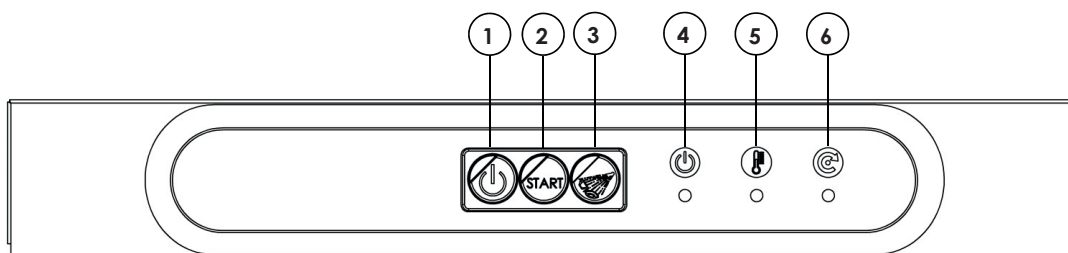
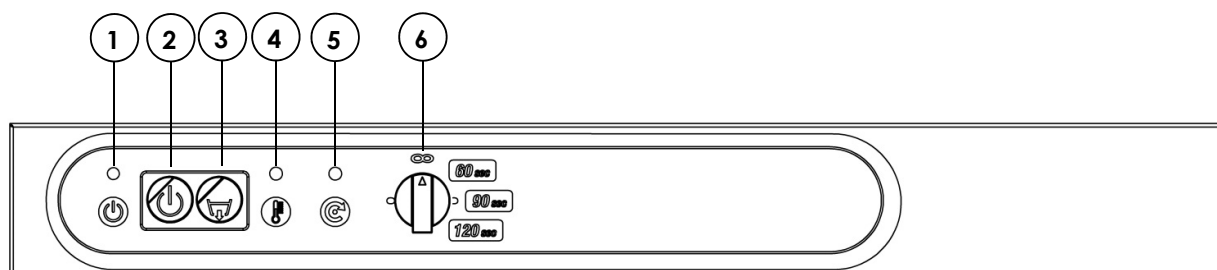

Fig. 14a
Fig. 14c
In fig. 14a, 14b, e 14c vengono riportati il pannello comandi della lavastoviglie e i riferimenti dei comandi in base al modello della lavastoviglie e alla presenza o meno della pompa di scarico.
Lavastoviglie a carico frontale (rif. fig. 14a o 14b)	Lavapiatti a cappotta (rif. fig. 14c)
6. Lavaggio	<p>Aprire la porta, introdurre il cestello con le stoviglie (assicurandosi che la disposizione delle stoviglie rispetti quanto descritto nel par. 3.4 – PARTE SECONDA), chiudere la porta e premere il PULSANTE PARTENZA CICLO (2) per avviare la fase di lavaggio: la SPIA CICLO INSERITO (6) si accende.</p> <p>Il ciclo termina quando si spegne la SPIA CICLO INSERITO (6)</p>	<p>Alzare la cappotta, introdurre il cestello con le stoviglie (assicurandosi che la disposizione delle stoviglie rispetti quanto descritto nel par. 3.4 – PARTE SECONDA), abbassare la cappotta e premere il maniglione di chiusura della cappotta verso il basso: la SPIA CICLO INSERITO (5) si accende.</p> <p>Il ciclo di lavaggio/risciacquo inizia automaticamente.</p> <p>Il ciclo termina quando si spegne la SPIA CICLO INSERITO (5)</p>
7. Risciacquo supplementare	<p>Se la lavastoviglie è predisposta per l'attivazione manuale del risciacquo (fig. 14a) e se si desidera effettuare un ulteriore risciacquo, premere il PULSANTE RISCIAQUO MANUALE (3): verrà effettuato un risciacquo supplementare di 5sec.</p>
1. spegnere la lavastoviglie con l'INTERRUTTORE DI ACCENSIONE (1 figg. 14a, 14b o 2 fig. 14c)